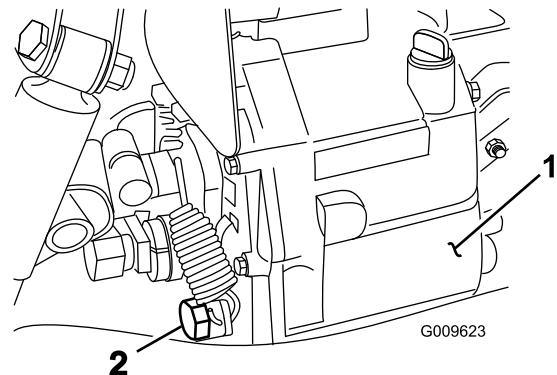

Figure 72
2. Enlevez le bouchon de vidange sur le côté du réservoir et faites couler le liquide hydraulique dans un bac de vidange (Figure 72).